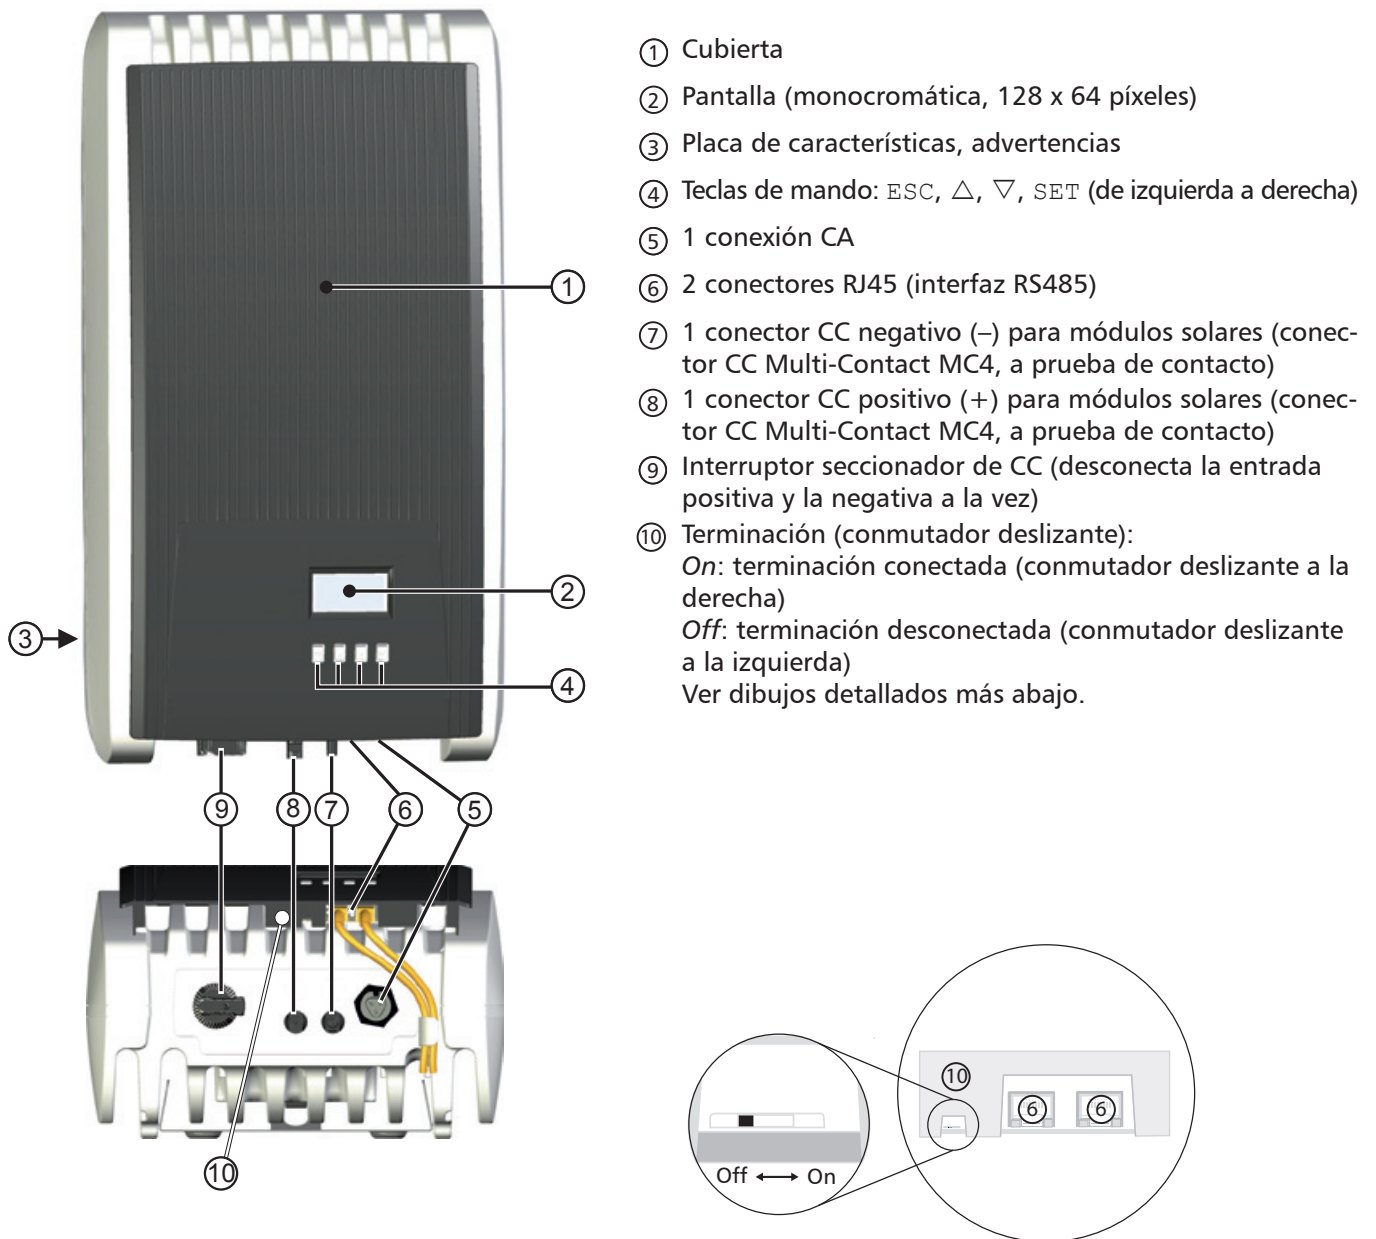

Fig. 5: Componentes en parte delantera y trasera de la carcasa
Para más información acerca de la posición de la placa de características, consulte la Fig. 5, pág. 52.
Las teclas de manejo (④ en la Fig. 5) tienen las siguientes funciones:
Para la representación en la pantalla (② en la Fig. 5) rige lo siguiente: